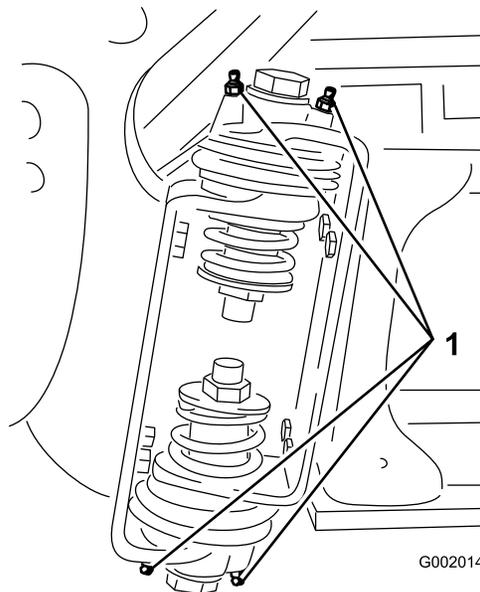

Рисунок 91
2. Закачайте консистентную смазку в подшипник или втулку через каждую масленку Рисунок 91.